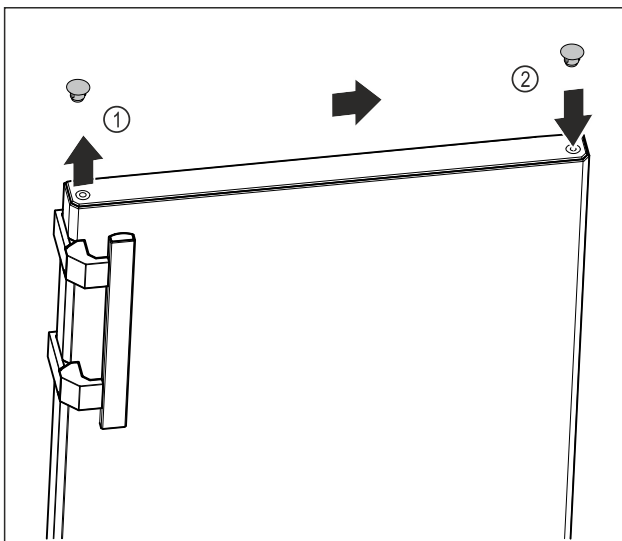

Fig. 10
- ▶ Zdvihnite opatrne kryciu zátku hornej strany dverí Fig. 10 (1) pomocou plochého skrutkovača.
- ▶ Nasadte kryciu zátku na opačnú stranu. Fig. 10 (2)